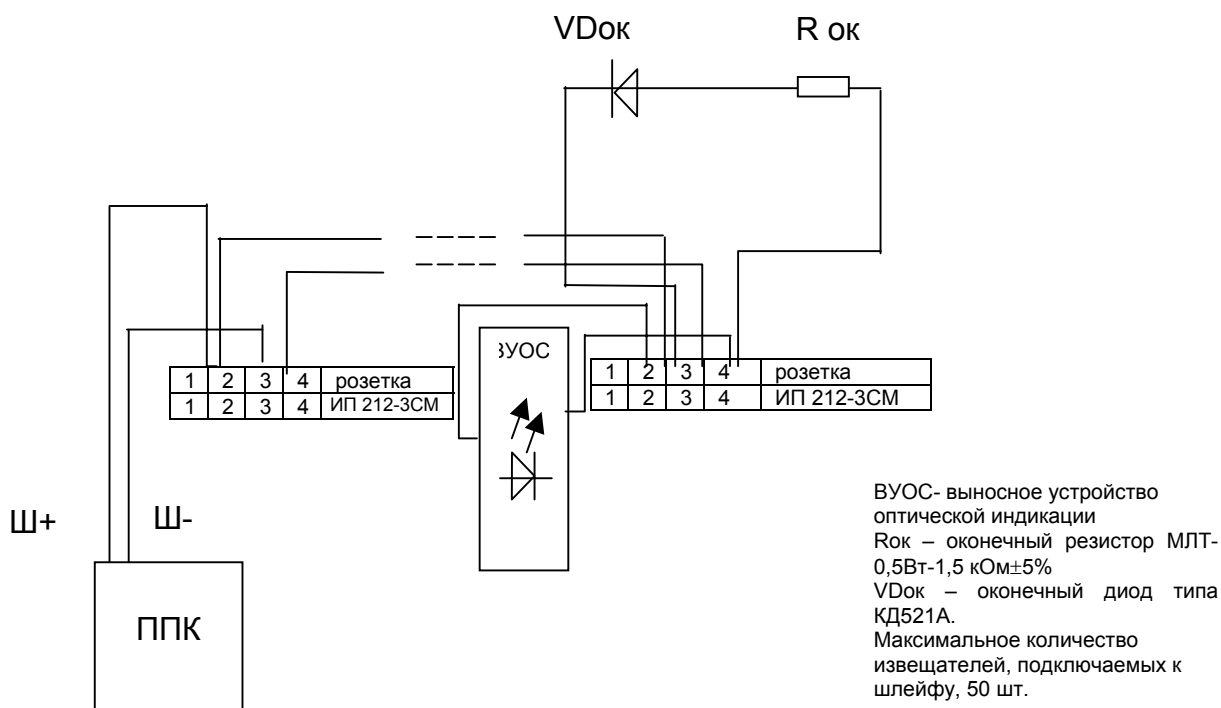

Рис. 7.1
7.5. Примеры схем подключения извещателей ИП 212-3СМ к шлейфам пожарной сигнализации пульта приведены на рис. 7.1.